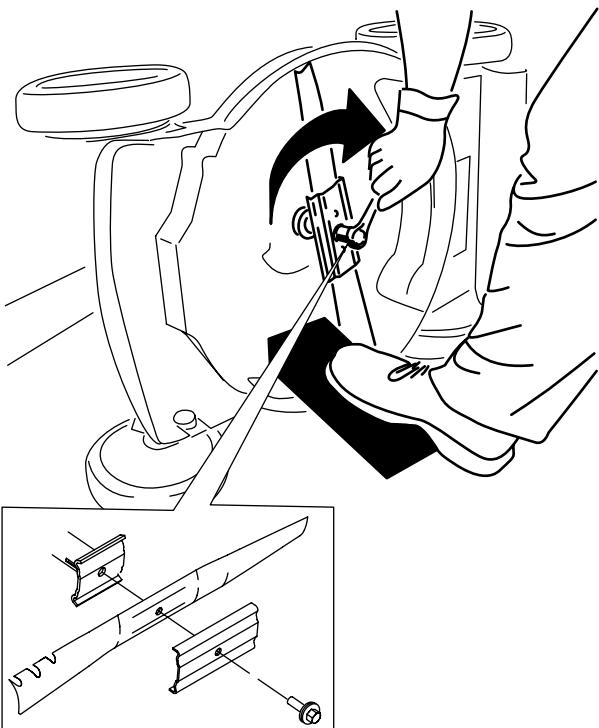

Figure 24
- Montez la nouvelle lame et toutes les fixations (Figure 24).